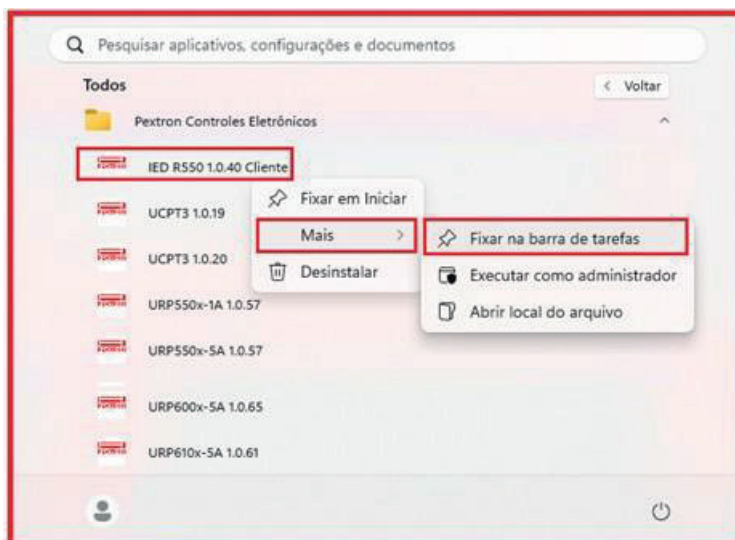

Figura 3.6: Acceso directo en el escritorio para el software IED – R550_1A 1_0_0_40
- e) Crear acceso directo en el escritorio de Windows. Ruta de acceso: < Inicio > < Todos los programas > < Pextron Controles Eletrônicos > < IED – R550_1A 1_0_0_40 >, con el botón derecho del ratón < fijar, más o desinstalar > < fijar en la barra de tareas, ejecutar como administrador o abrir la ubicación del archivo>.Figura 3.6.